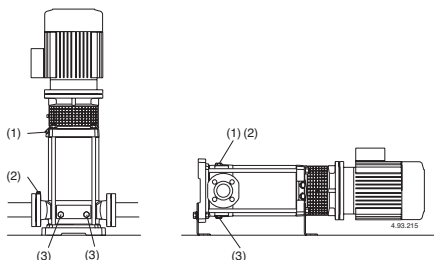

Рис. 4 (1) Наполнение и отдушина
При положении насоса выше уровня перекачиваемой жидкости (работа в режиме всасывания, рис. 3А) или при недостаточной высоте напора (менее 1 м) для открытия обратного клапана наполните всасывающую трубу и насос через соответствующее отверстие (1) (рис. 4).
Во время наполнения винт со штифтом (14.17) в сливной пробке (14.12) должен быть откручен, чтобы имелось соединение между камерой подающей части и камерой всасывающей части (рис. 4а).
Рис. 4а Наполнение: внутренний проход открыт
Рис. 4б При работе: внутренний проход открыт
При работе под гидравлическим напором (рис. 3В) наполняйте насос, медленно открывая задвижку на всасывающей трубе до полного раскрытия; при этом, задвижка в подающей трубе и отдушины (1) и (2) должны быть полностью открыты (рис. 4), чтобы выпустить воздух. **MXV.. 65-80**
Закройте отдушину (1) и (2) (рис. 4).
Для MXV-B, MXV(L) 25–32–40 и MXV(L)4 25–32–40 Затяните игольчатый винт (14.17) в сливной заглушке (14.12) (рис. 4б) и закройте отверстие для выпуска воздуха (14.04).
Если заливка прерывается (непостоянный поток на подаче при открытых задвижках) или если давление на манометре колеблется, провести повторный выпуск воздуха на всасывании (2), проверить герметичность всех соединений всасывающей трубы и крепко затянуть выпускную заглушку (2) и сливные заглушки (3) со стороны всасывания (рис. 4).
По возможности, как в случае временной работы с грязными жидкостями, прокачайте через насос немного чистой воды для удаления осадков. Либо, после слива воды, промойте насос, залив не менее 4 л чистой воды в заливочное отверстие (1) со стороны подачи и дав ей выйти через сливное отверстие (3) со стороны всасывания (рис. 4).
Перед разборкой насоса отсоединить провод от зажимной коробки, откройте задвижки на всасывании и подаче и слейте жидкость из корпуса насоса (рис. 4).